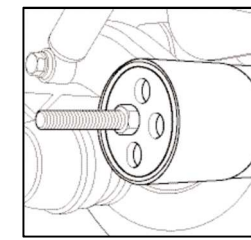

Fig. 18
3. Montare l'utensile per boccola sul braccio longitudinale come mostrato in figura (Fig. 18).